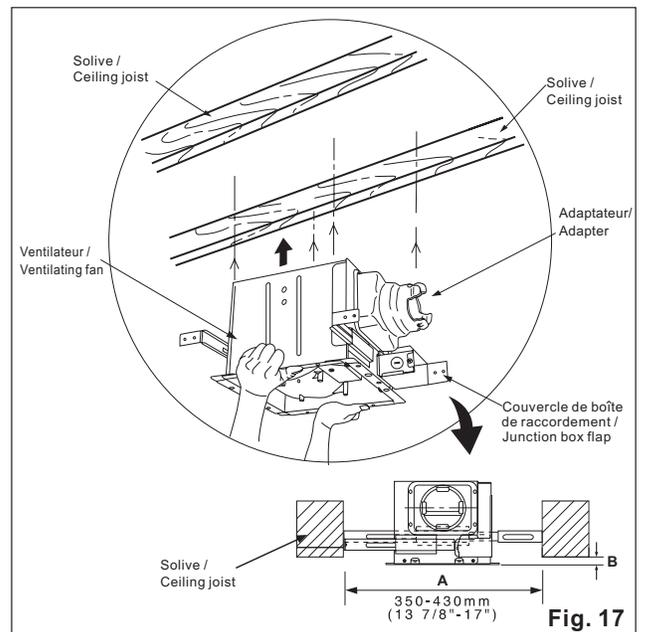

Fig. 17
4. Insérer le ventilateur à l'horizontale et de façon perpendiculaire entre les solives. Allouez l'espacement B (21,6mm ou 0,85 po) pour tenir compte de l'épaisseur du plafond. (voir Fig.17).
4. Insert the fan body between joists. Make sure the fan body is level and square (perpendicular) with the joists. Keep the distance B (21.6mm,0.85inch)for the thickness of ceiling board. (Fig.17)